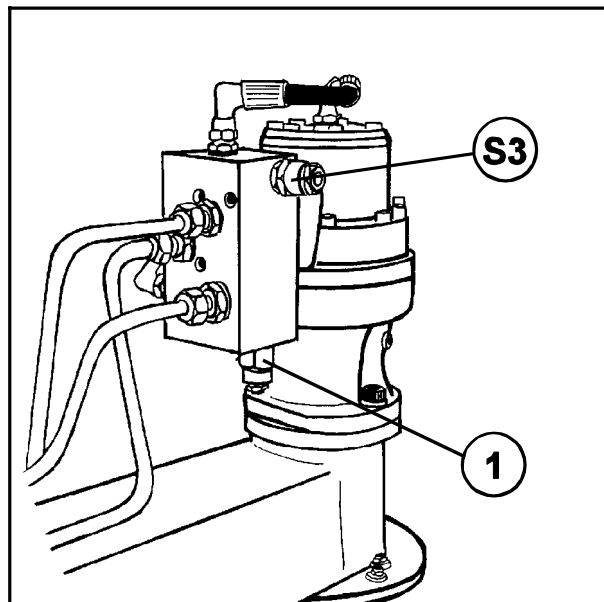

Fig. 14-5
- c) **Sikkerhetsventil på minus-siden.** (S3, fig.14-5).
- d) **Holdeventil (Oversenterventil).** (Pos. 1, fig. 14-5).